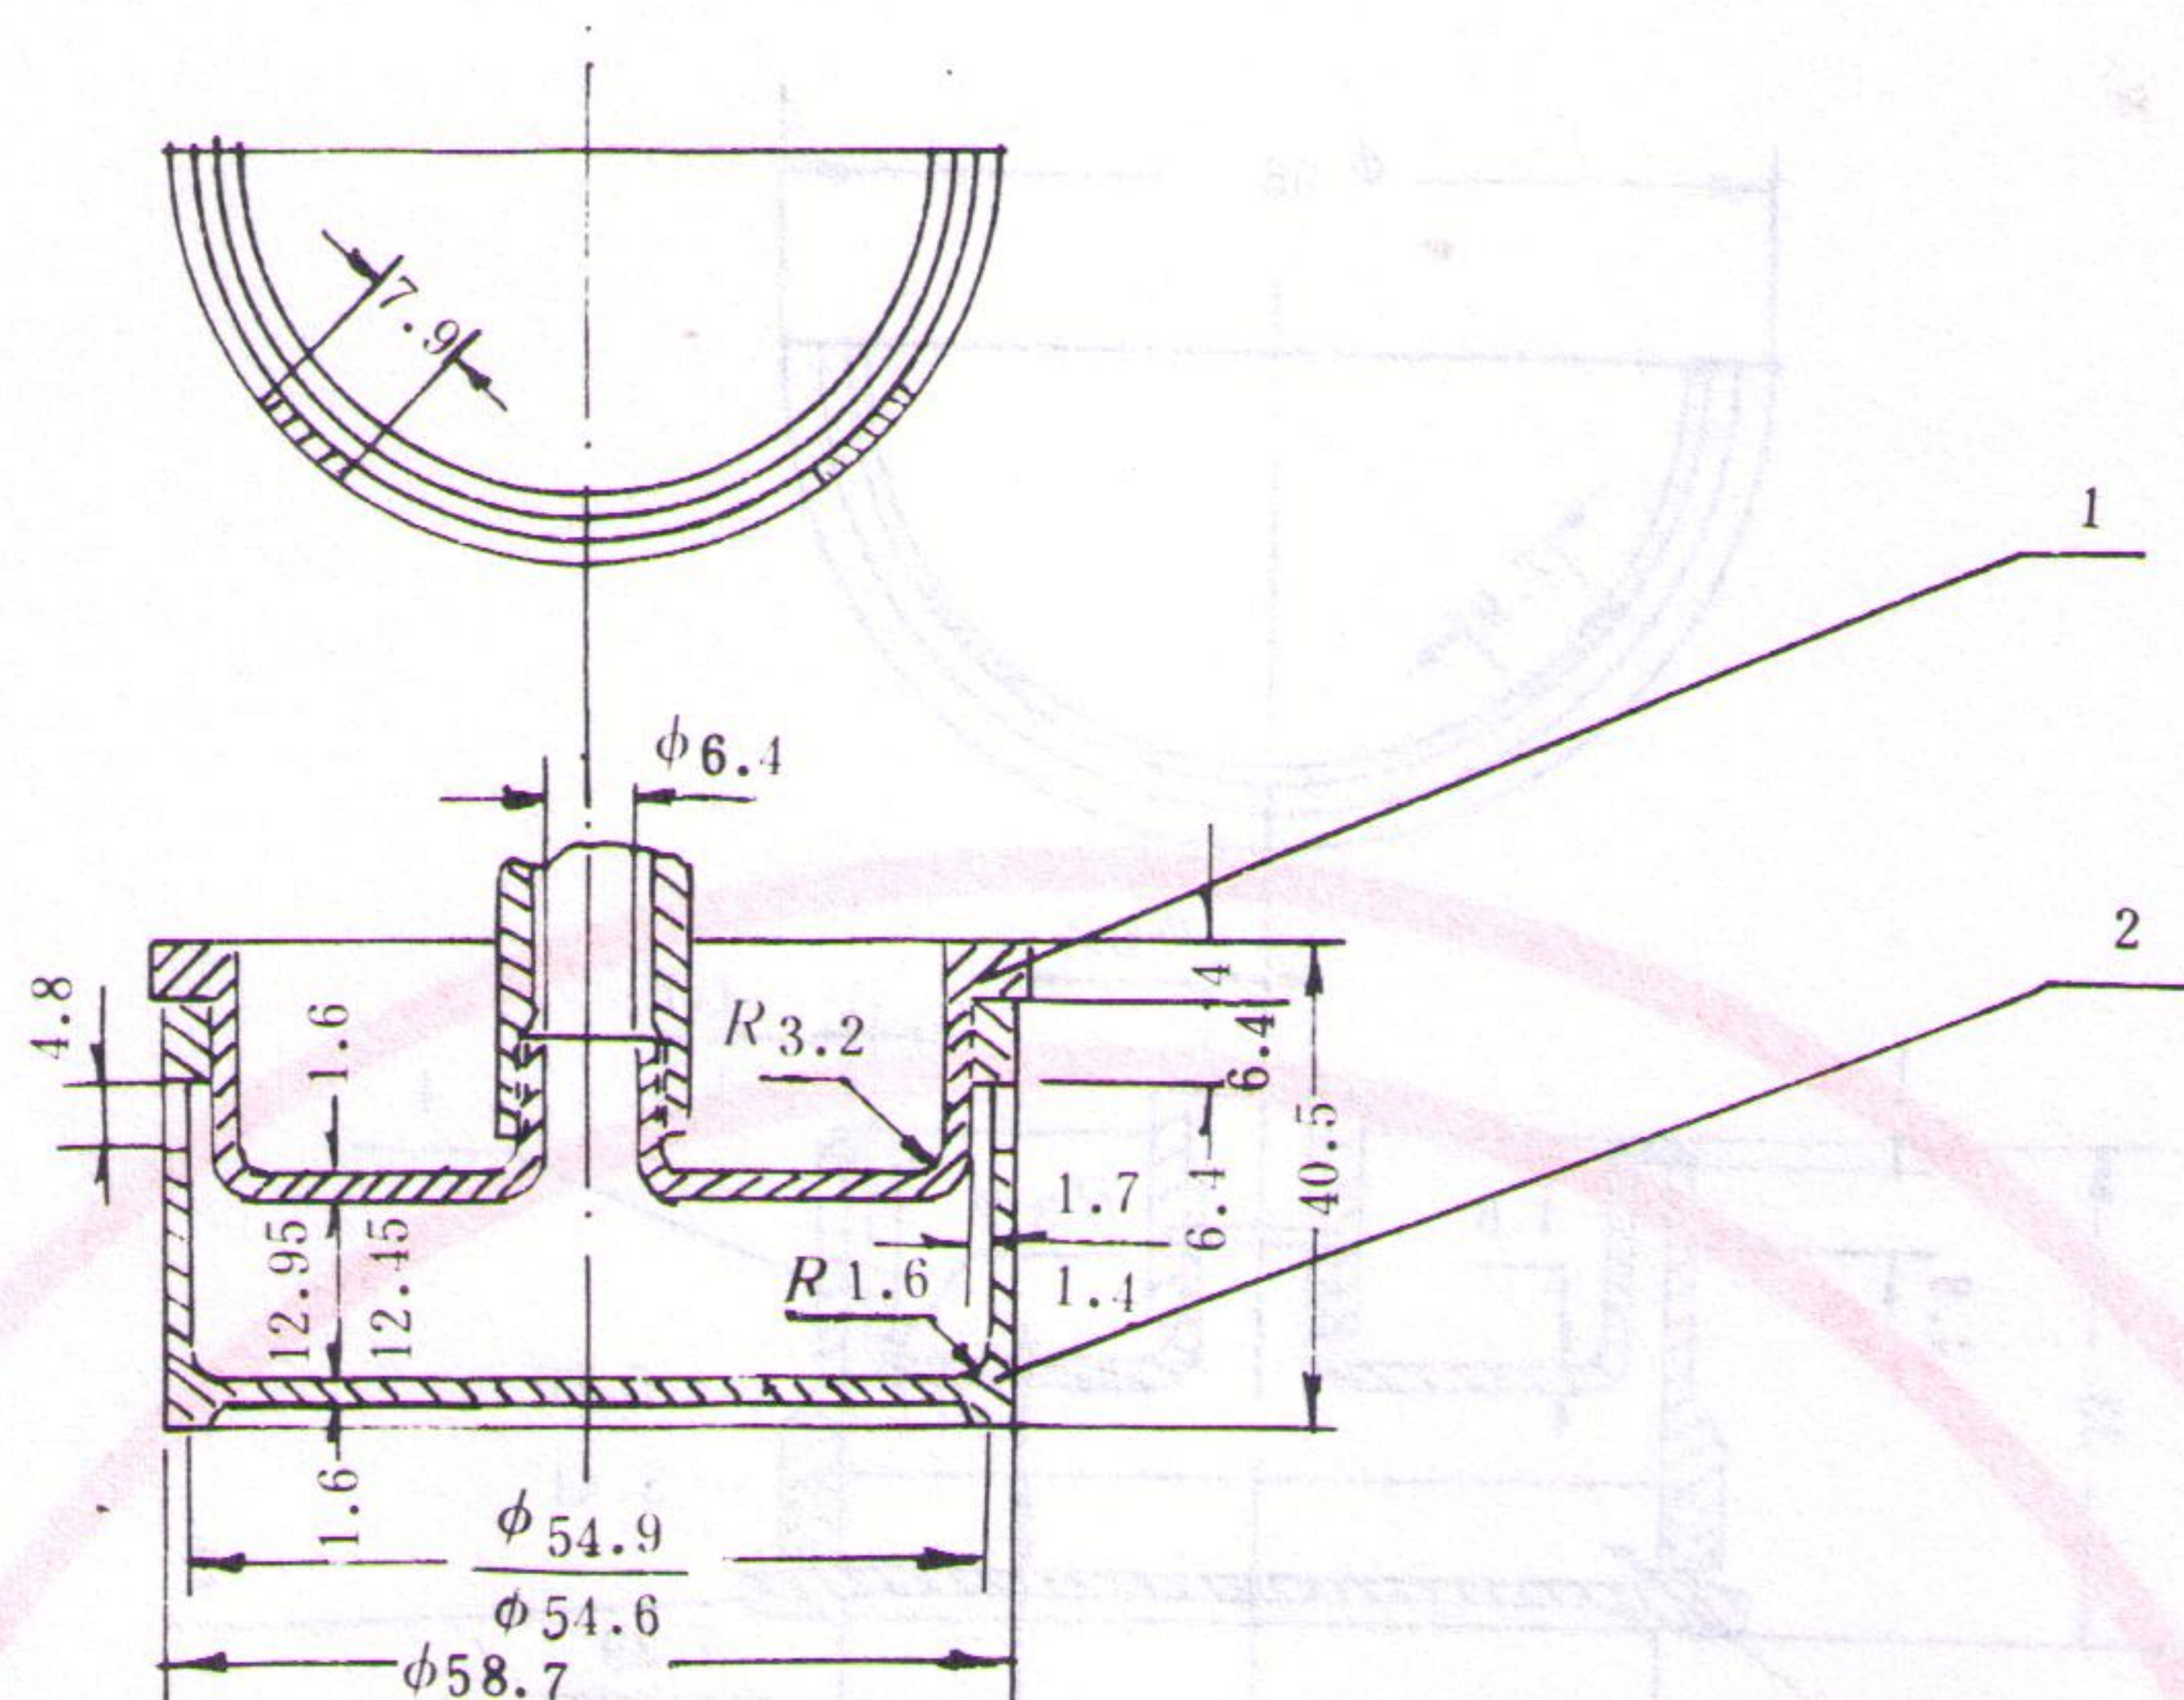

图3 润滑油试样杯组合件
**4.1** 称量洗净的试样杯和罩子（图 3 所示），精确至 1 mg，用移液管把 $10.00 \pm 0.05\text{g}$ 油样移入试样杯，将试样杯和罩子装配好，操作应仔细，不要让试样溅到罩子内表面，称量组合件并记录试样的净重，精确至 1 mg。